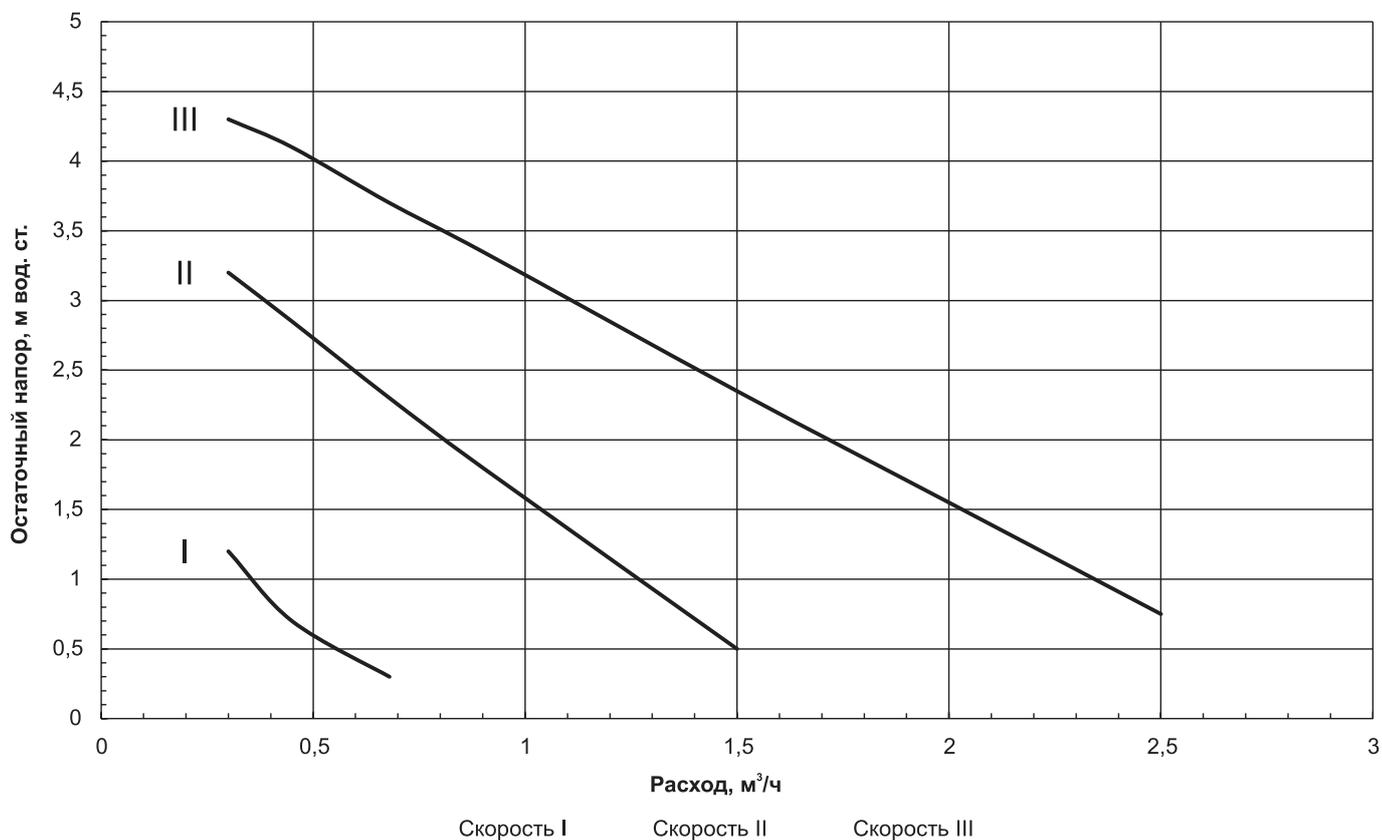
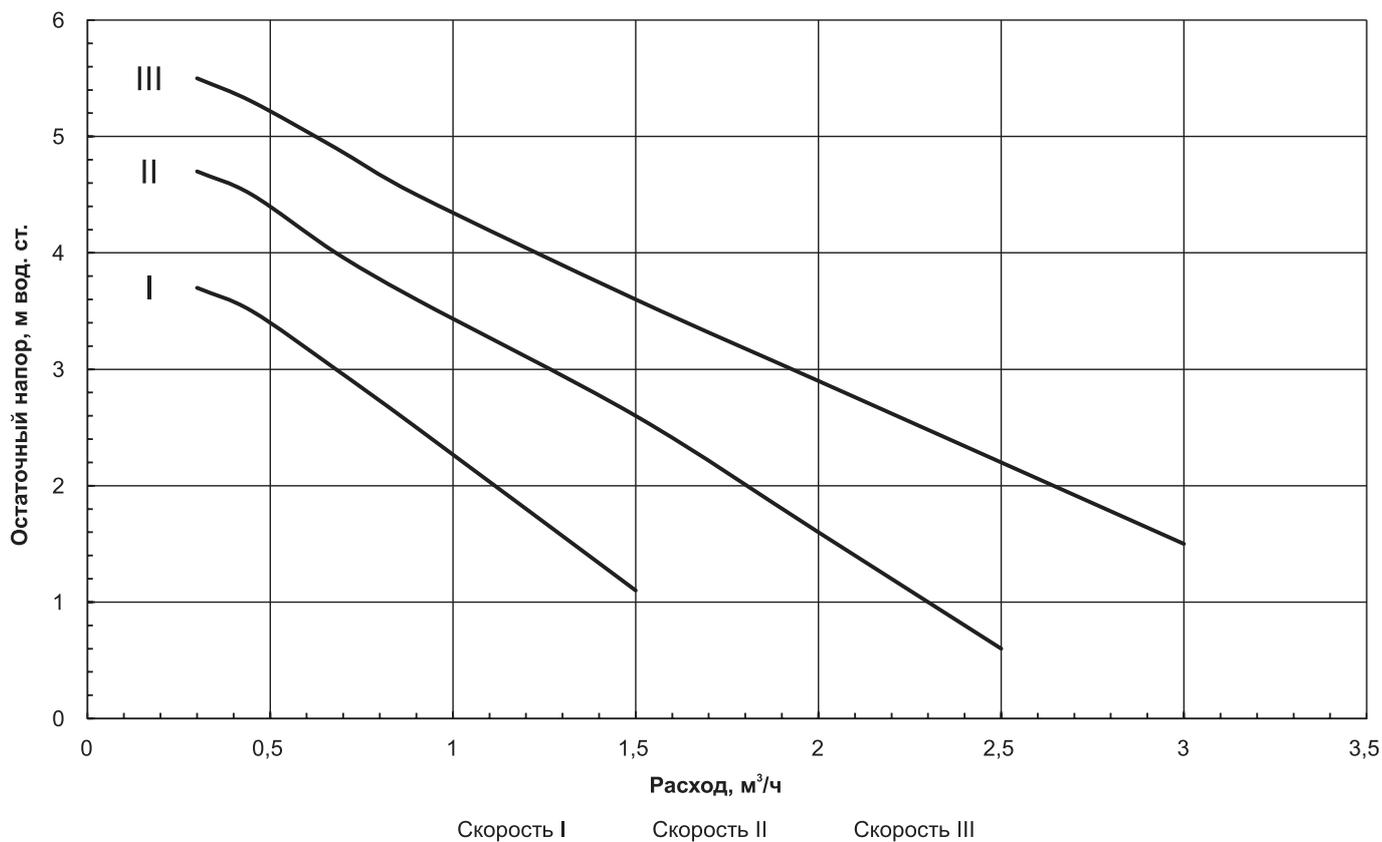

Рис.1 Остаточный напор для циркуляционного насоса ZOTA RING 25/60 (для котлов МК-Х Plus 6 - 24 кВт)
Рис.2 Остаточный напор для циркуляционного насоса ZOTA RING 25/70 (для котлов МК-Х Plus 30 - 42 кВт)
**График остаточного напора для циркуляционных насосов показан на Рис.1, Рис.2.